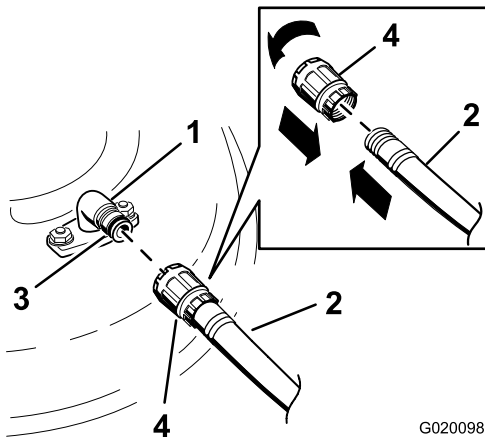

Bild 74
3. Montieren Sie die Schlauchkupplung auf die Kupplung am Mähwerk-Spülanschluss und drehen Sie das Wasser mit starkem Druck auf (Bild 74).